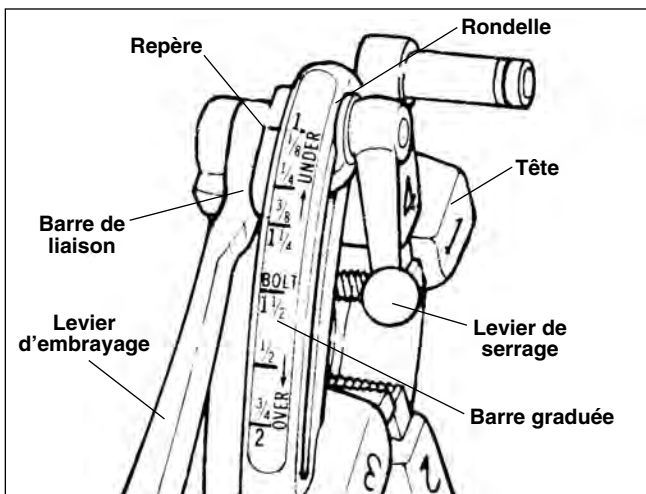

Figure 12 – Tête de filière universelle à ouverture rapide
5. Tête de filière à ouverture rapide N° 811A (*Figure 12*) – Tournez le levier d'embrayage jusqu'à la position CLOSED (fermée).
10. Tête de filière à ouverture rapide N° 811A (Figure 12) – Une fois le filetage terminé, relevez le levier d'embrayage à la position ouverte afin de ramener les filières.
NOTA ! La tête de filière universelle N° 811A (Figure 12) pour filetage à droite nécessite quatre jeux de filières pour le filetage des tuyaux de $\frac{1}{8}$ à 2 po de diamètre. Un jeu de filières spécial est nécessaire pour chacune des sections suivantes: ($\frac{1}{8}$ po), ($\frac{1}{4}$ à $\frac{3}{8}$ po), ($\frac{1}{2}$ à $\frac{3}{4}$) et (1 à 2 po). Il n'existe pas de filières de $\frac{1}{8}$ po pour pas à gauche. Le filetage des tiges nécessite un jeu de filières spécial pour chaque section de tige. Il n'existe pas de filières à tige filetée pour les têtes de filière à pas à gauche.
NOTA ! La tête de filière universelle à ouverture automatique N° 815A (Figure 12) pour filetage à droite nécessite quatre jeux de filières pour le filetage des tuyaux de $\frac{1}{8}$ à 2 po de diamètre. Un jeu de filières spécial est nécessaire pour chacune des sections suivantes: ($\frac{1}{8}$ po), ($\frac{1}{4}$ à $\frac{3}{8}$ po), ($\frac{1}{2}$ à $\frac{3}{4}$ po) et (1 à 2 po). Le filetage des tiges nécessite un jeu de filières spécial pour chaque section de tige.